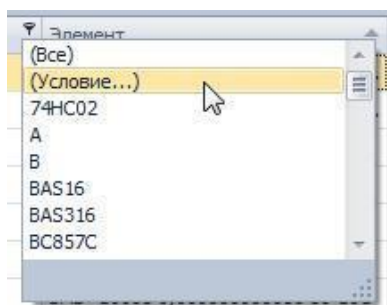

Рис. 783. Вызов окна для составления условия отбора
1. Вызовите список значений для фильтрации в нужной колонке и выберите пункт «(Условие...)», см. Рис. 783.